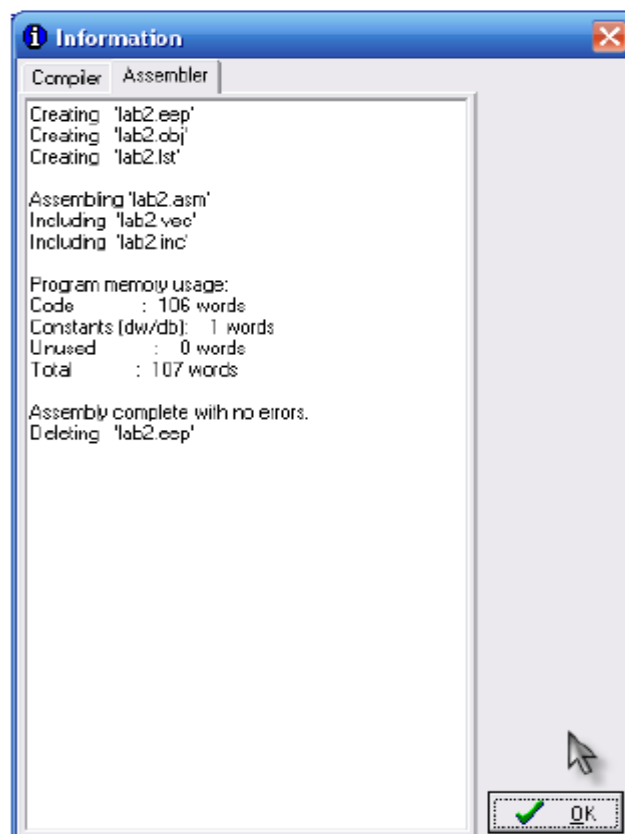

Рисунок 5.9 – Вікно результатів компілювання та асемблювання програми
6. Для компіляції та запуску програми на виконання необхідно натиснути Project->Make. На екрані з'явиться вікно, яке повідомляє про результати компілювання та асемблювання програми (рис. 5.9).